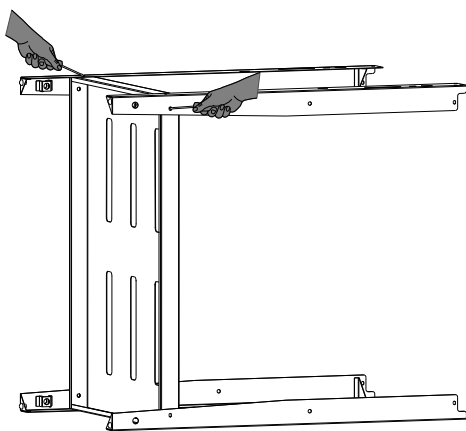
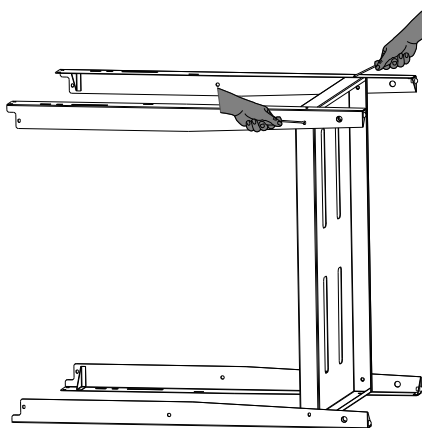
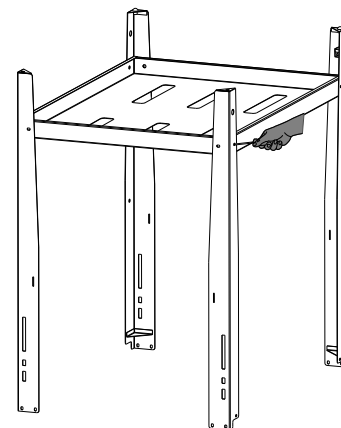

Fig.1
Fig.2
Fig.3
- 1** Coloque el Portaparrilla de forma horizontal y fije las dos patas a la bandeja con dos tornillos en cada una (**Fig.1**), para facilitar el armado se recomienda no apretarlos completamente hasta tener todas las partes ensambladas. Luego, gire el conjunto hacia el otro lado y repita el mismo procedimiento con las otras dos patas (**Fig.2**). A continuación volteé el Portaparrilla de forma vertical y termine de ajustar todos los tornillos (**Fig.3**).